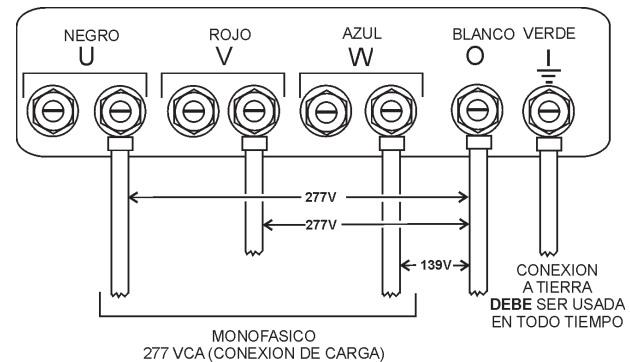

Figura 28. Contactos de la terminales UVWO conexiones 1Ø-277V
2. Conecte los cables de carga a las terminales UVWO como se muestra en la Figura 28.